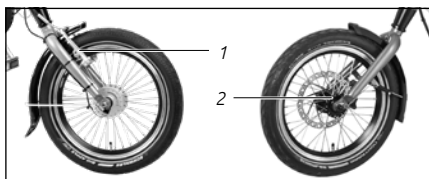
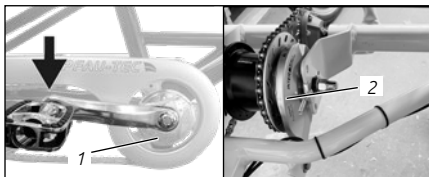

Abb.:41
Abb.:42
- Prüfen Sie anhand der Abbildungen („Abb.:41“, „Abb.:42“), mit welchen Bremsen Ihr Fahrzeug ausgestattet ist und schauen Sie in Ihrem Fahrradpass nach (siehe „32. Fahrradpass“ auf Seite 83).